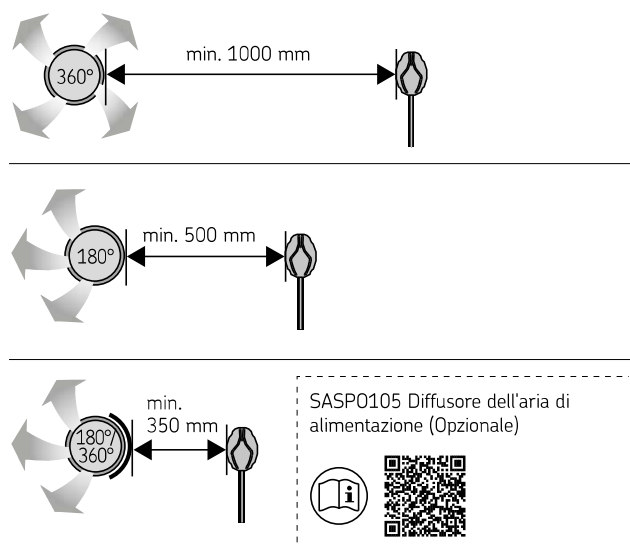

Figura 9. Distanza minima tra lo sfianto dell'aria di alimentazione e il sensore di temperatura.
- Ventilazione meccanica: lo sfiato dell'aria di alimentazione deve essere posizionato nella parte superiore della sauna, in modo da non interferire con il funzionamento del sensore di temperatura. (Figura 9. Distanza minima tra lo sfiato dell'aria di alimentazione e il sensore di temperatura.)